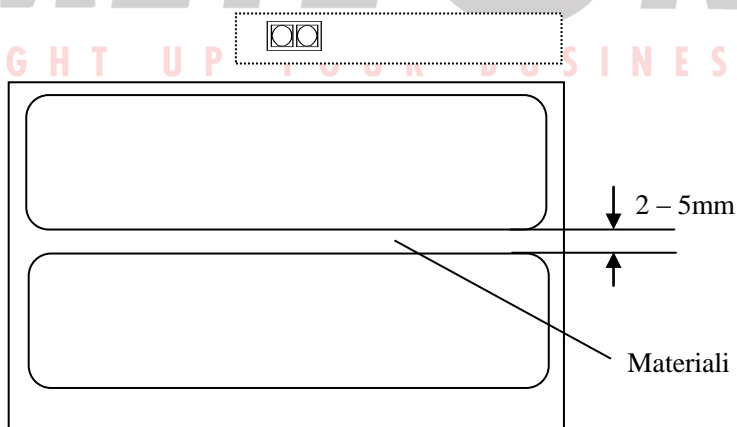
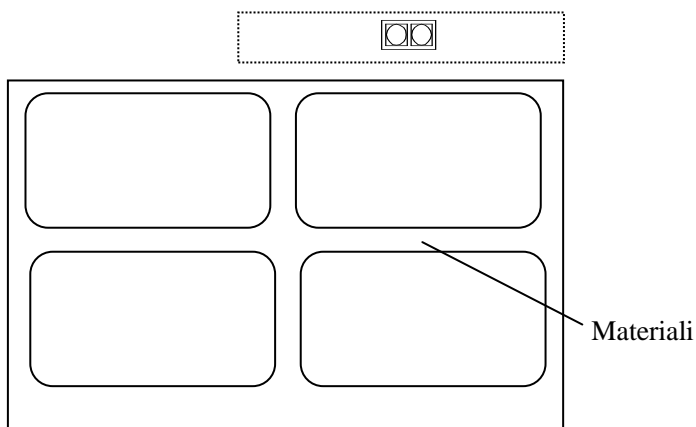

Figura 7-3
Figura 7-4
4. Alzare il coperchio e regolare il fotosensore nella posizione appropriata (vedi Figura 7-3, Figura 7-4 e Figura 7-5).